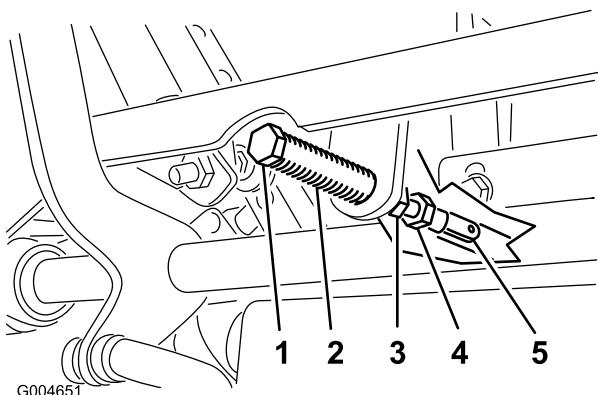

Bild 59
5. Ziehen Sie den Hebel zurück, bis der Lastösenbolzen (am Arm über der Gelenkwelle) das Schlitzende berührt (und soeben Druck auf die Feder ausübt) (Bild 59).
7. Sollte eine Einstellung erforderlich sein, lockern Sie die Mutter und die Klemmmutter gegen das Joch (Bild 59).
8. Drücken Sie den Fahrantreibshebel leicht nach hinten, drehen Sie den Kopf der Einstellschraube in die entsprechende Richtung, bis der Schalthebel in der Neutralsperrstellung zentriert ist (Bild 59).
9. Ziehen Sie die Mutter und die Klemmmutter an (Bild 59).
10. Ziehen Sie die Klemmmuttern an den Kugelgelenken fest (Bild 59).